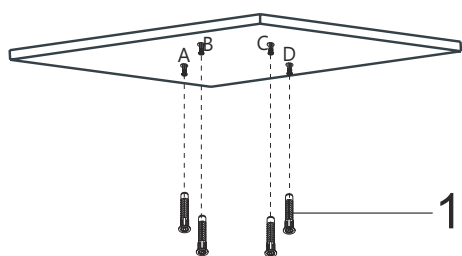

Fig. 8
2. ➤ Sätt in pluggar i de borrade hålen (Fig. 8).